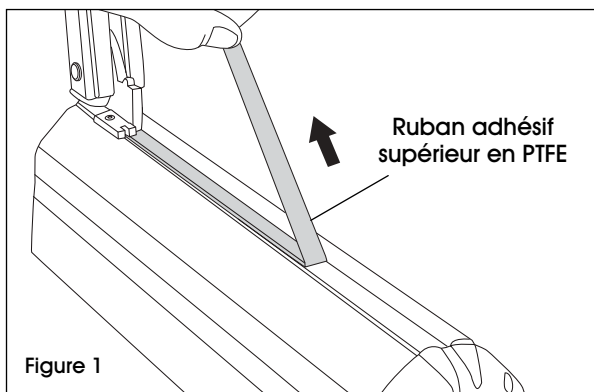

Figure 1
1. Remove the upper PTFE tape. (See Figure 1)
1. Retirez le ruban adhésif supérieur en PTFE. (Voir Figure 1)